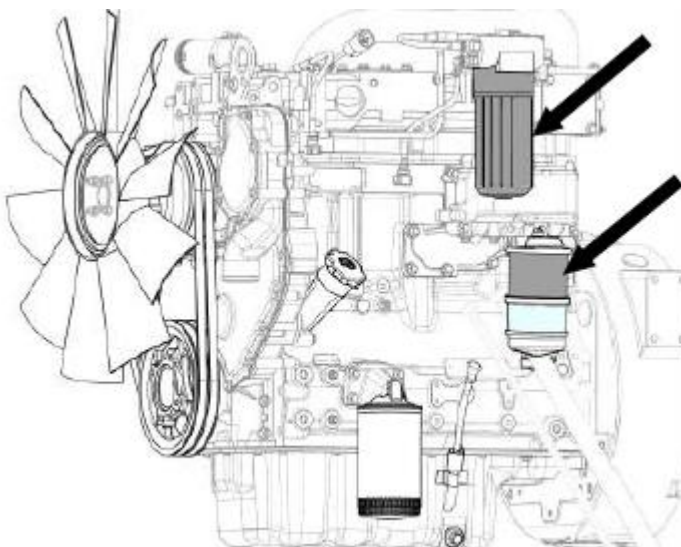

Рисунок 5.14 Топливный фильтр
- ▶ Снимите элементы топливного фильтра см. рис.5.14